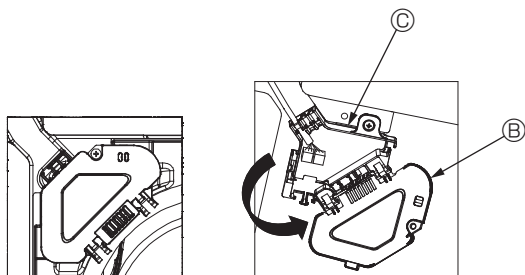

Fig. 7-5
- ③ Відкрутіть один гвинт, який кріпить кришку з'єднувальної коробки, та відкрийте її. (Fig. 7-5)
- ④ Помістіть роз'єм з'єднуального проводу в з'єднувальну коробку.
- ⑤ Встановіть кришку проводів та кришку з'єднувальної коробки.